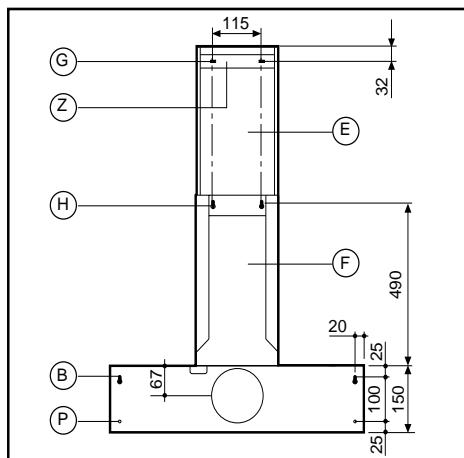

Fig.2
Make 4 holes (B-P) according to the measurements indicated in fig. 2. For the various assembly operations, use screws and anchors suitable for the type of wall (eg., concrete, plasterboard, etc.)
Hang the hood on the wall using the two holes (B) fig. 2.
Make four holes (G-H) according to the measurements indicated in fig. 2
Secure the bracket (Z) to the wall fig. 2
Hang the pipe fitting (F) using the 2 holes (H) fig. 2
Unter Beachtung der auf den Abbildungen 2 und 3 angegebenen Werte 4 Bohrungen (B – P) ausführen Abb.2.
Bei den verschiedenen Montagen für die Art der Wand (z. B. Zement, Gips usw.) geeignete Schrauben und Spreizdübel verwenden. Die Haube unter Verwendung der beiden Bohrungen (B) auf Abb.2 der Wand anbringen.